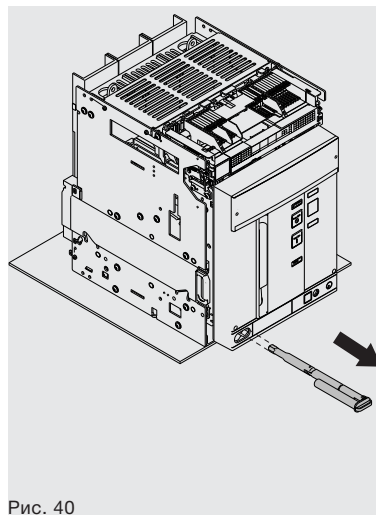

Рис. 40
7. Извлеките из гнезда рукоятку выкачивания. См. Рис. 40.